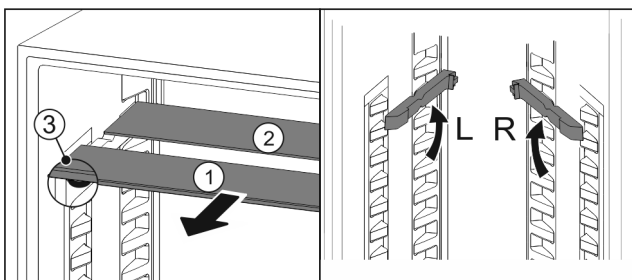

Fig. 69
- ▶ Izvucite Fig. 69 (1) staklene ploče jednu po jednu prema naprijed.
- ▷ Staklena ploča Fig. 69 (1) s ukrasnom letvicom nalazi se sprijeda.
- ▷ Zaustavljači Fig. 69 (3) su usmjereni prema dolje. Uređaji sa zamrzivačem:*